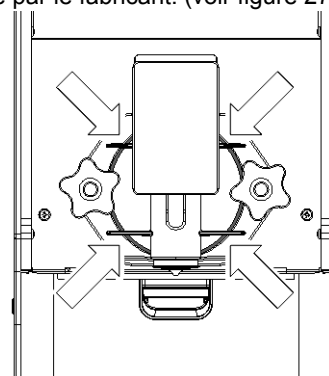

figure 27
- 1 **Tous les jours** : inspecter le distributeur et s'assurer que les garnitures du groupe du robinet ne fuient pas et ne laissent pas le produit s'échapper. En présence de fuites, commencer par vérifier que les composants sont correctement montés, puis s'assurer que la garniture n'est ni défectueuse, ni usée ; dans le cas contraire, la remplacer par une pièce de rechange d'origine fournie par le fabricant. (voir figure 27)